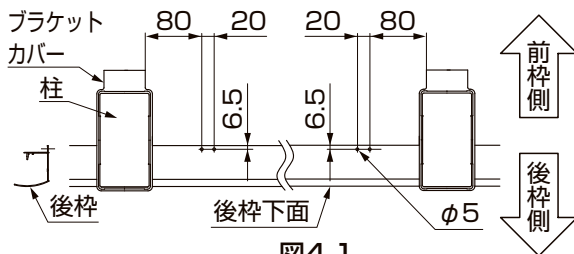

図4-1
- ①後枠下面のフィン部にφ5の穴をあけてください。(図4-1参照)